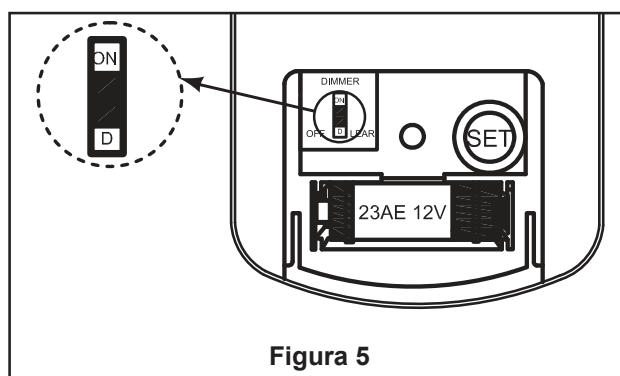

Figura 5
5. El receptor ofrece la siguiente función protectora: (Figura 5)